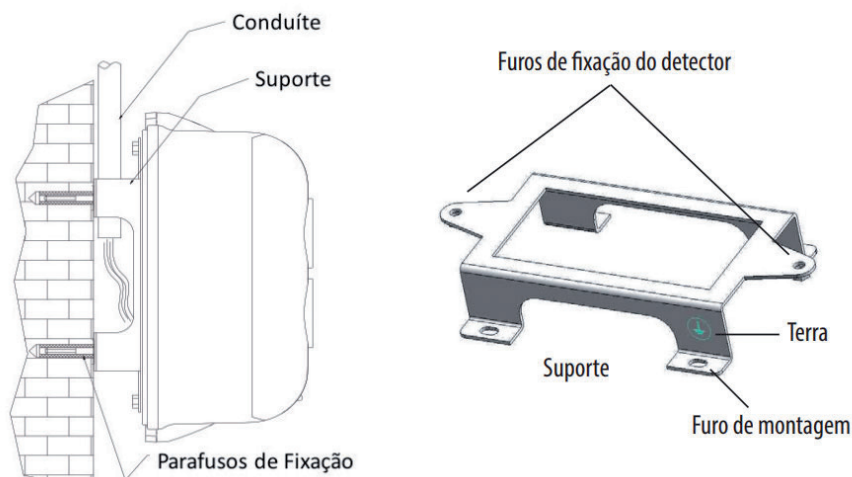

Fig. 10
- g. Método de montagem é mostrado na Fig. 10